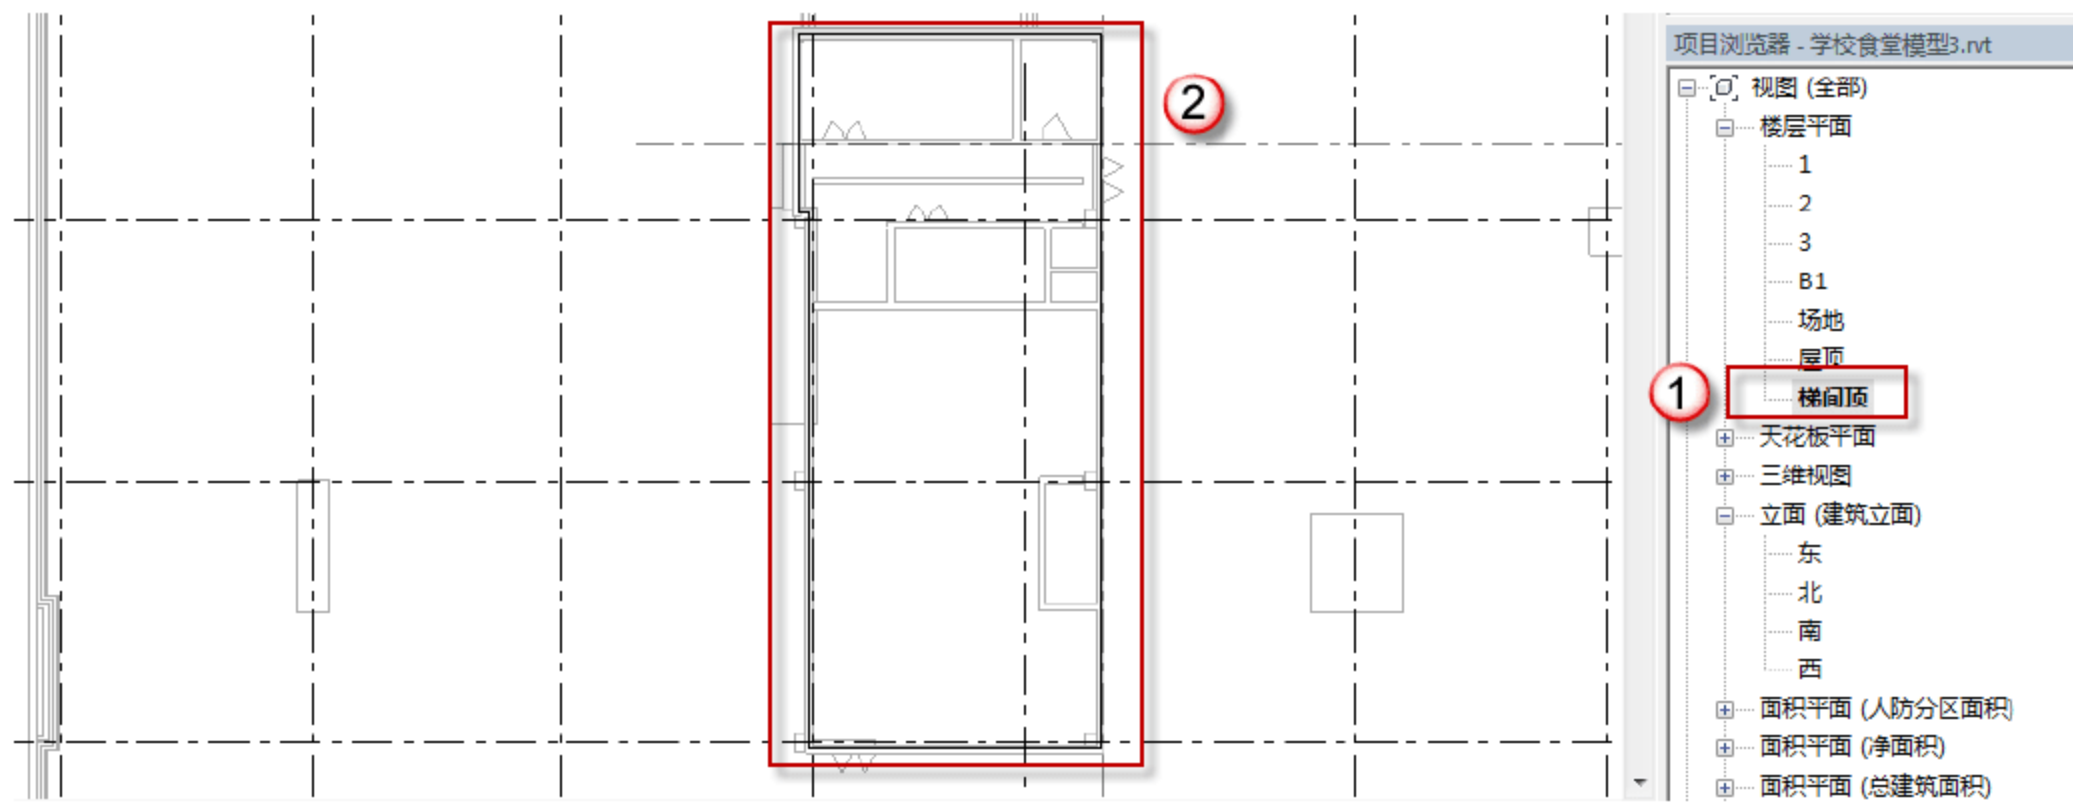

图 12.4.1 打开楼层平面视图
(1) 打开楼层平面视图。在“项目浏览器”面板中选择“梯间顶”选项，进入“梯间顶”楼层平面视图，如图 12.4.1 所示。